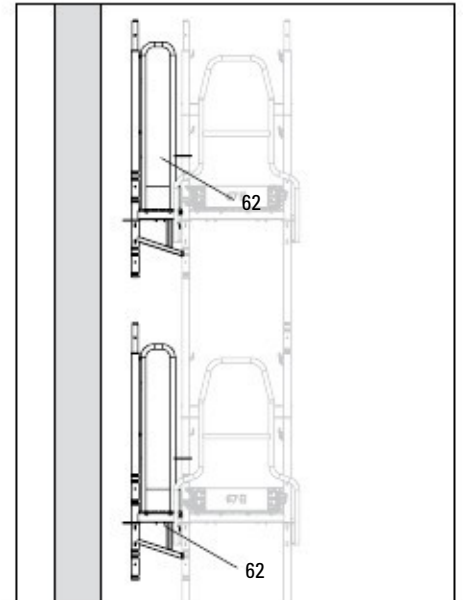

Fig. D1.03
1. Монтирайте подпората UC 33 (61) върху средната рамка. (Фиг. D1.02)
2. Монтирайте конзолата ECM (62) с предварително монтирана стойка за парапет EVP (50) върху рамката. (Фиг. D1.03)
3. Вкарайте стоманения под EDS (30).
4. Монтирайте крайната рамка на парапета EPF (53). (Fig. D1.03)